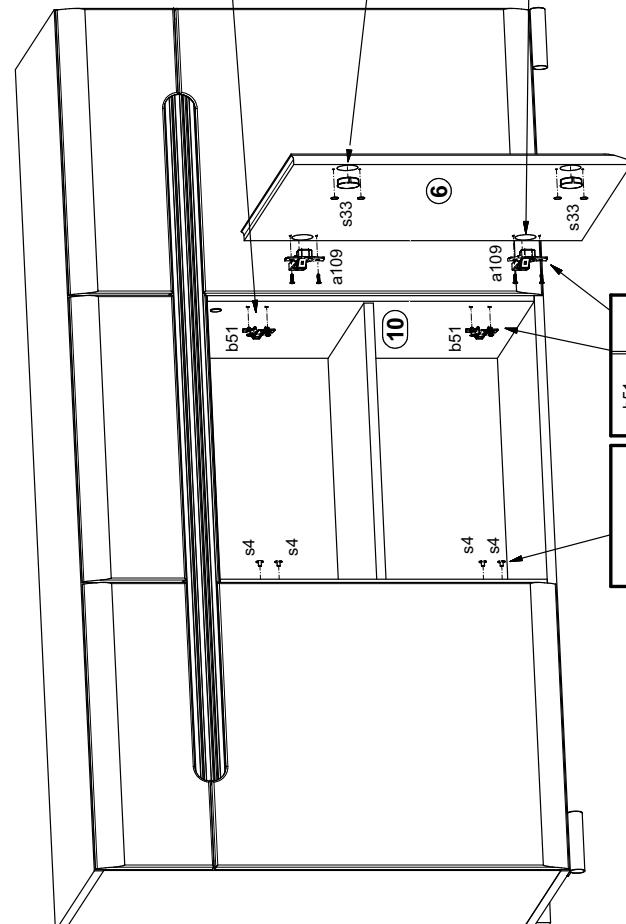

Рисунок 8
27. Навесить двери 4 и 5 на корпус изделия, совместив петли шарнирные a102 с ответными планками петель b59. При необходимости отрегулировать положение двери, вращая регулировочные винты (см.рис. 8).
6. Положить дверь 6 фасадной поверхностью вниз на ровную поверхность и в зависимости от выбранного лево- или правостороннего открывания двери закрепить на ней петли шарнирные a109 шурупами p51 (см.рис. 8).
28. Навесить дверь 6 на корпус изделия, совместив петли шарнирные a109 с ответными планками петель b51 (см.рис. 8). При необходимости отрегулировать положение дверей, вращая регулировочные винты (см.рис. 8).
39. Оставшиеся открытыми отверстия Ø35 мм и Ø3 на двери 6 закрыть заглушками s33 и s59 (см. рис. 8)
4. В отверстия Ø5 мм на внутренней поверхности стенок 9 или 10, в зависимости от лево- или правостороннего открывания двери 4, закрепить ответные планки петли b51 (см.рис. 8). Открытые отверстия Ø5 мм на стенке 9 или 10 закрыть заглушками s4.